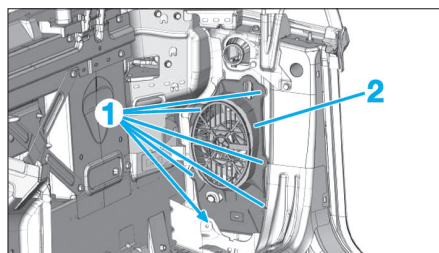

Fig. 79
- Déposer les écrous (1) (Fig.79).